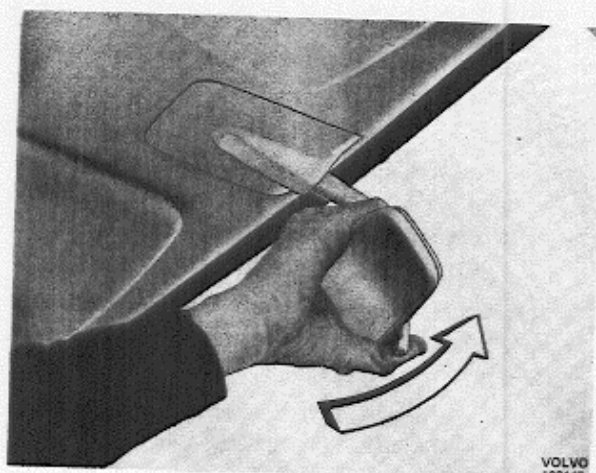
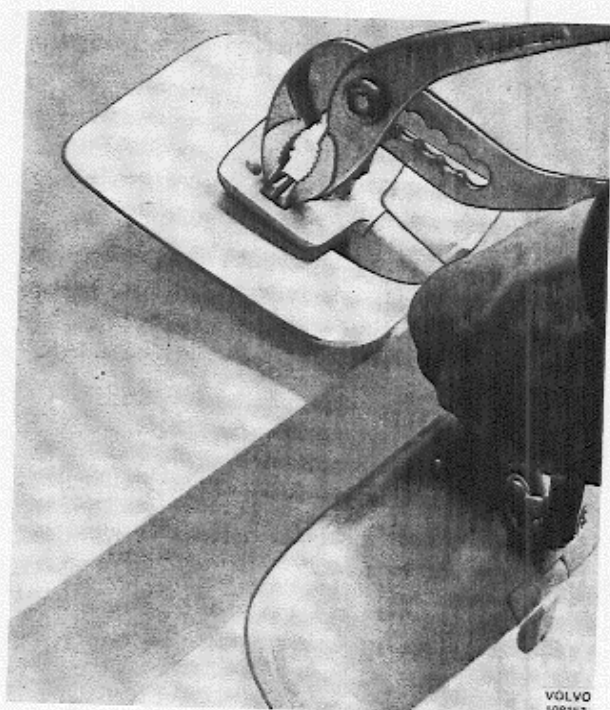

Abb. 66 Ausbau des inneren Rückblickspiegels, 164 (spät. Ausf.)
Abb. 67 Ausfedern des Zierdeckels vom Rückblickspiegel
6. Inneren Rückblickspiegel nach vorn abdrücken, vgl. Abb. 66. Zierdeckel über der Spiegelbefestigung entfernen. Dazu die Kunststoffklemmbacken mit einer Polygreifzange zusammenklemmen und ausfedern, vgl. Abb. 67. Danach die Befestigungsplatte des Rückblickspiegels vom Dach abschrauben.